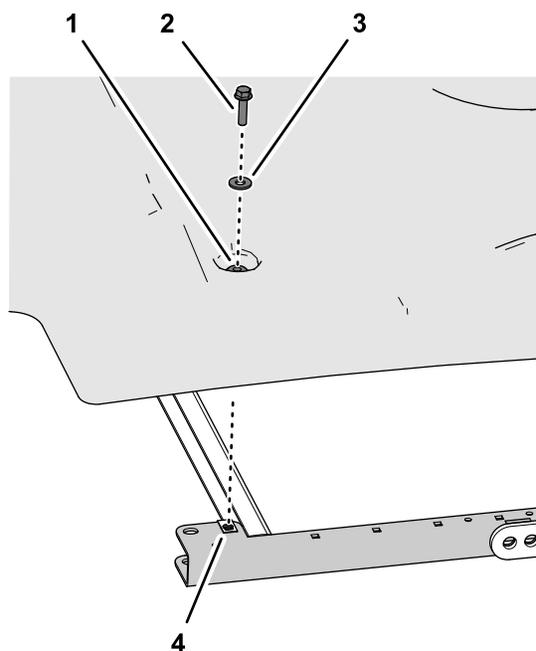
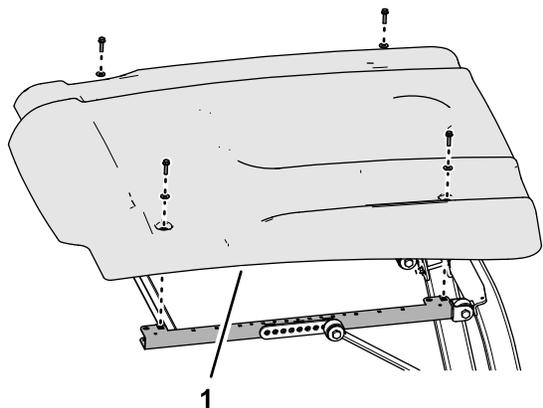

Figura 2
Figura 1
1. Retire los 4 pernos con arandela prensada (5/16" x 1 1/4") y las 4 arandelas (5/16") que sujetan el toldo y los perfiles del bastidor lateral (Figura 1 y Figura 2).